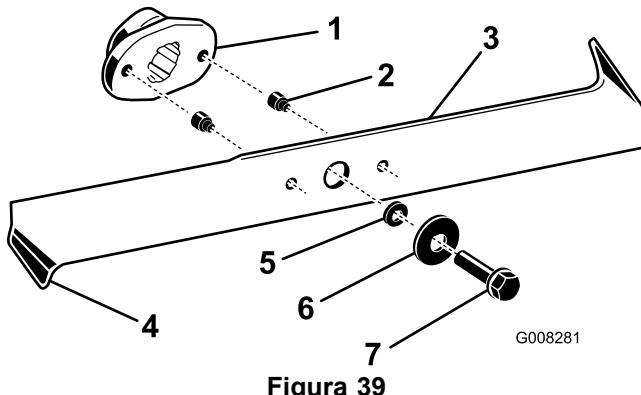

Figura 39
2. Controllate i taglienti (Figura 39). Se i taglienti non sono affilati o presentano intaccature, togliete le lame ed affilatele; vedere Affilatura delle lame.
3. Controllate le lame, in particolare i bordi curvi (Figura 39). In caso di usura o scanalature in questa parte della lama, montate immediatamente lame nuove.
4. Sostituite immediatamente i perni di sicurezza se sono spezzati (Figura 39).
3. Togliete i bulloni, le rondelle e le lame (Figura 39). In sede di rimozione dei bulloni, per bloccare le lame inserite un blocco di legno tra ogni lama e il tosaerba.
1. Montate le lame, le rondelle e i bulloni delle lame (Figura 39).